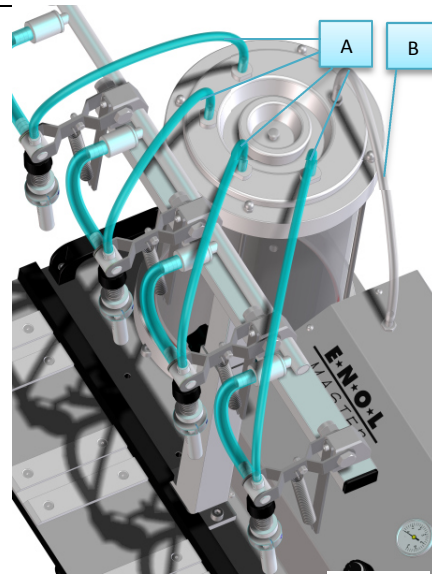

Abb. 2
4. Verbinden Sie die durchsichtigen Schläuche „A“, sowie den etwas dickeren transparenten Schlauch „B“ mit den jeweiligen Anschlüssen auf dem Behälterdeckel (Abb. 2).